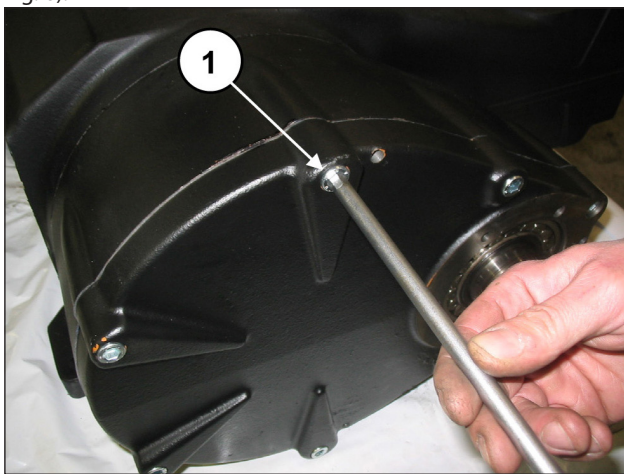

Fig. 6
Solte os parafusos de fixação da cobertura do redutor (pos. ①, Fig. 6).